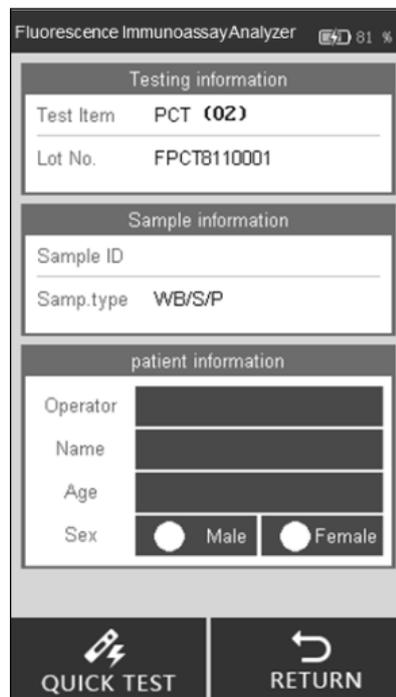

Fig. 28
Étape 3 : cliquer sur “**QUICK TEST**” ou appuyer sur le bouton Accueil pour accéder à l'interface de test. (Voir Fig. 28)